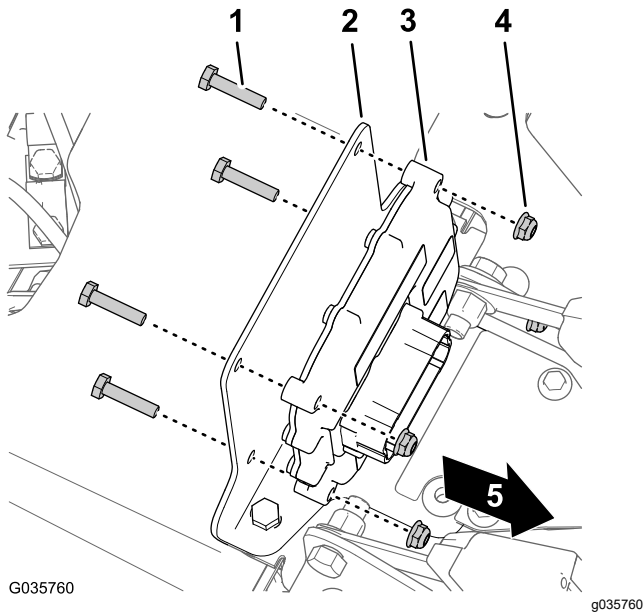

Figura 19
2. **Para máquinas de 2015 y anteriores:** ubique el tapón de troquel entre las mitades interiores del cinturón del asiento del operador y del pasajero y retire el tapón de la base de la consola (Figura 19).
3. Monte el controlador electrónico en el soporte de montaje (Figura 19) con 4 pernos ( $\frac{1}{4}$ " x  $1\frac{1}{8}$ " ) y 4 contratuercas ( $\frac{1}{4}$ " ).